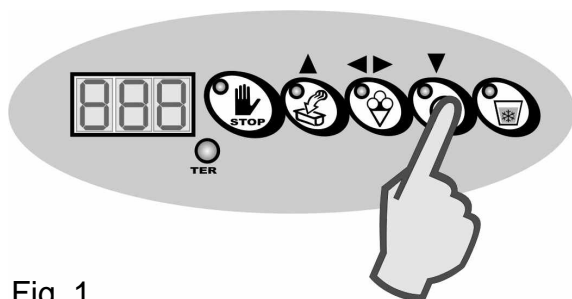

Fig. 1
- Presione la tecla CICLO SEMIAUTOMÁTICO POR TIEMPO para seleccionar el ciclo semiautomático de mantecación con control del tiempo (fig.1).